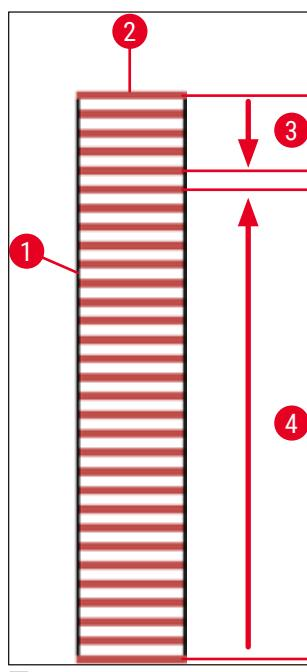

図74
処理中にスライドが乾燥するのを防ぐため、先頭の 5 枚のスライドを常に最初に封入処理します。次にラックを引き上げ、一番下にあるスライドから順に封入を続けます (→ 図74)。
- ・図(→図74)を使って処理順を説明します。(→図74-1)はラックを、(→図74-2)はスライドを表します。